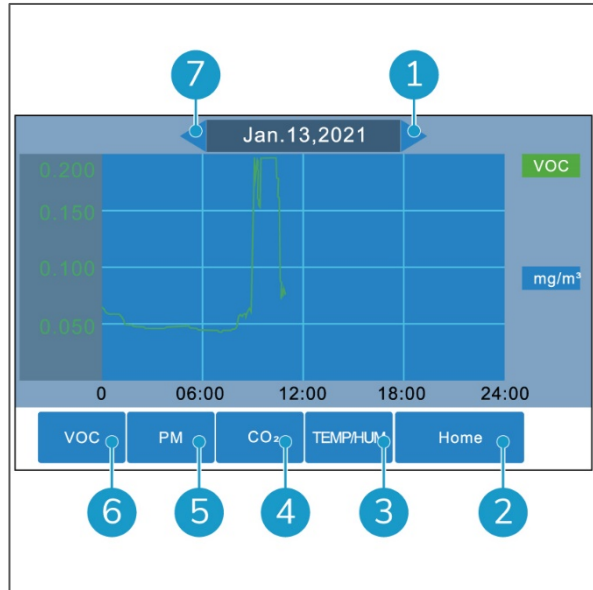

Figura 19
2. Se abre la pantalla general del historial (Figura 19).
4. Utiliza el botón Previous (Figura 19, pos. 7) y el botón Next (Figura 19, pos 1) para comprobar las lecturas de los últimos días. Puedes retroceder hasta 5 días.
5. Utiliza el botón TEMP/HUM (Figura 19, pos. 3), el botón CO₂ (Figura 19, pos. 4), el botón PM (Figura 19, pos. 5) y el botón VOC (Figura 19, pos. 6) para cambiar entre ellos.
6. Toca el botón Home (Figura 19, pos. 2) para volver a la pantalla principal.